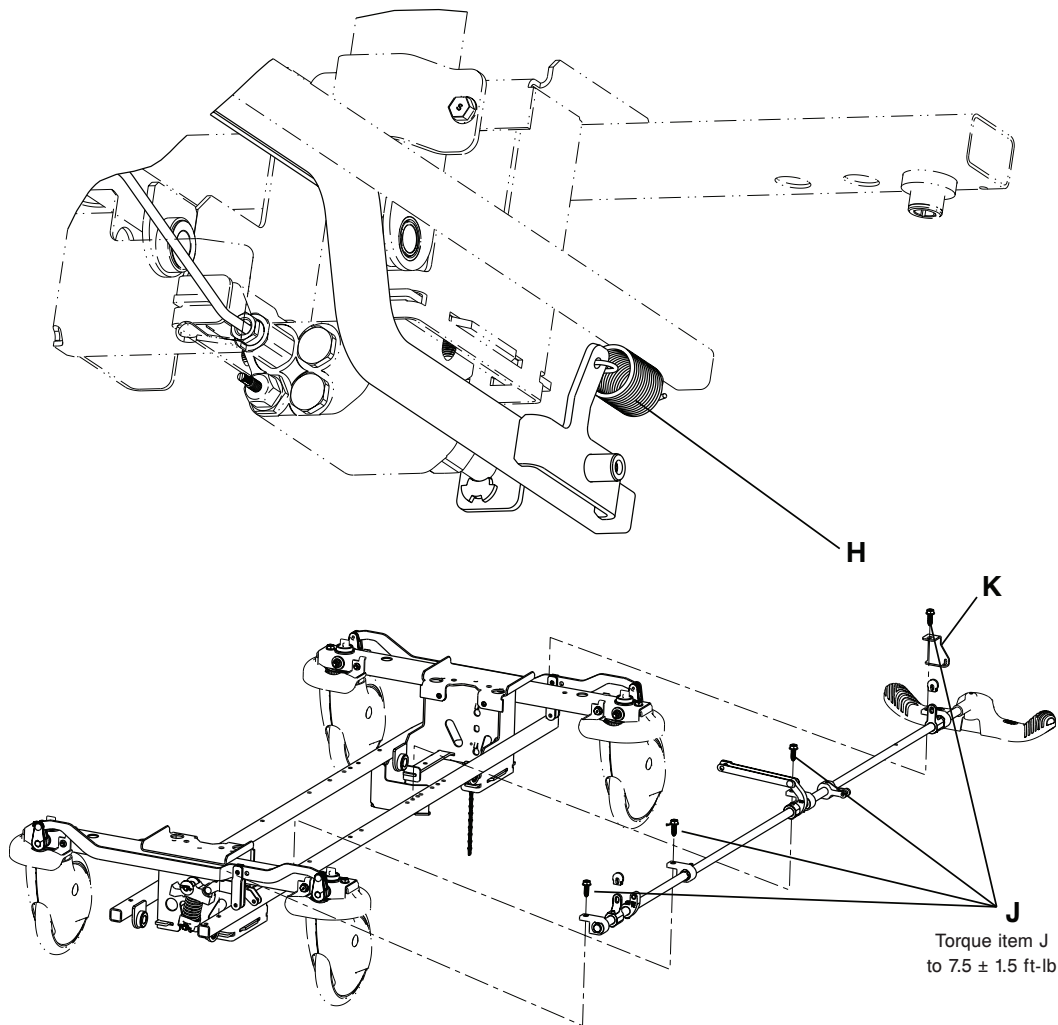

Figure 6 – Remplacer la tige de frein - côté pieds
6. À l'aide d'une pince à becs fins, retirer la goupille bêta (C) et l'axe à épaulement (D) qui fixent la came de frein et l'ensemble de liaison à l'ensemble de tige de frein. Conserver la goupille bêta et l'axe à épaulement.
7. Au niveau des pieds, à l'aide d'une pince à becs fins, retirer la goupille bêta (C) et l'axe à épaulement (D) qui fixent l'ensemble de maillon de frein du côté pieds à la manivelle d'activation du frein. Retirer le capuchon de la manivelle de la tige de frein. Conserver la goupille bêta, l'axe à épaulement et le capuchon de la manivelle de la tige de frein.
9. À l'aide d'une pince à becs fins, retirer la goupille bêta (E) et l'axe à épaulement (F) qui fixent l'ensemble de frein de commande latérale au maillon de tige de frein de commande latérale. Conserver la goupille bêta et l'axe à épaulement.
10. À l'aide d'une douille de 1/2 po et d'une clé à cliquet de 3/8 po, retirer la vis à tête hexagonale à embase (G) et le roulement à douille qui fixent l'ensemble de maillon d'entraînement de la cinquième roue à l'ensemble de la tige de frein. Conserver la vis et le roulement à douille. Lors de la réinstallation des vis, utiliser une clé dynamométrique de 3/8 po pour serrer les vis à un couple de $7,5 \pm 1,5$ pi-lb ($10,1 \pm 2$ Nm).
11. Du côté pieds du produit, utiliser une pince à becs fins pour déconnecter le ressort de retour (H).
12. À l'aide d'une douille de 1/2 po et d'une clé à cliquet de 3/8 po, retirer les quatre vis à tête hexagonale à embase (J) qui fixent les supports de tige de frein à l'ensemble de tige de frein. Retirer le crochet de ressort de retour (K) (Figure 6). Conserver les vis et le crochet du ressort de retour. Lors de la réinstallation des vis à tête hexagonale à embase, utiliser une clé dynamométrique de 3/8 po pour serrer les vis à tête hexagonale à embase à $7,5 \pm 1,5$ pi-lb ($10,1 \pm 2$ Nm).